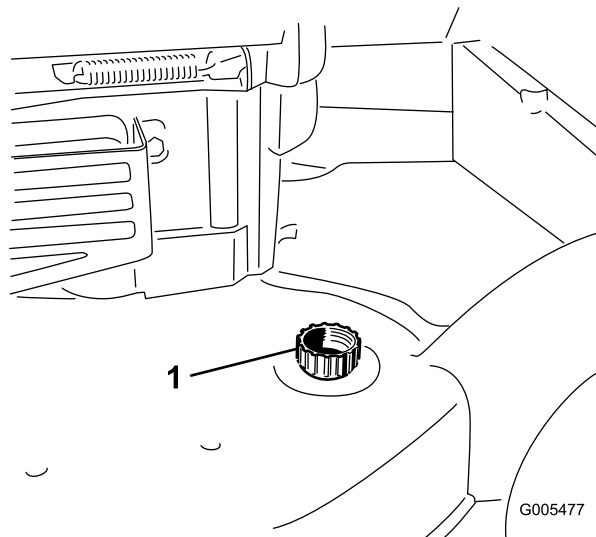

Figure 46
3. Branchez un tuyau d'arrosage relié à l'alimentation en eau au raccord de lavage du carter du plateau de coupe (Figure 46).